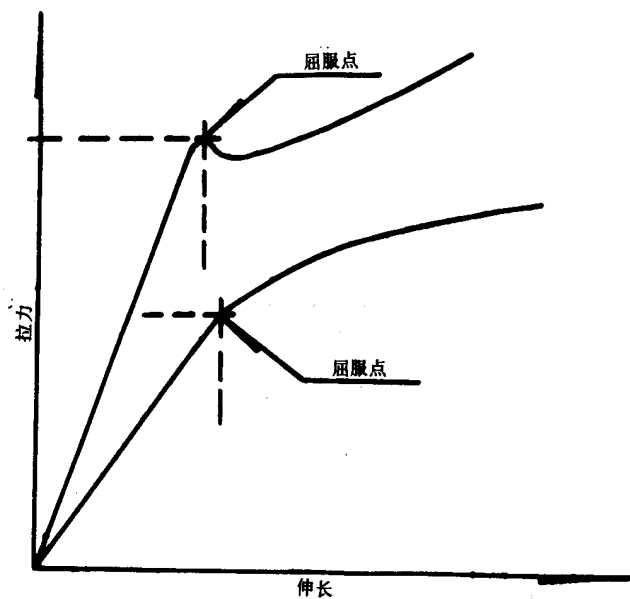

图3 拉力-伸长图
8.5 对于某些材料的试样，其屈服强度的试验，可通过自动记录装置绘出的拉力-伸长变形曲线上查得其屈服点所对应的拉力（见图3）。